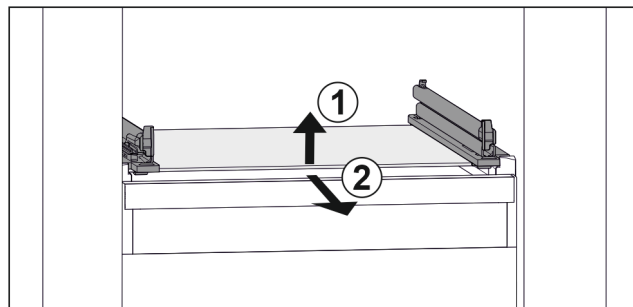

Fig. 46 Beispielhafte Darstellung der Glasplatte
- Glasplatte vorne anheben. Fig. 46 (1)
- Glasplatte nach vorne entnehmen. Fig. 46 (2)